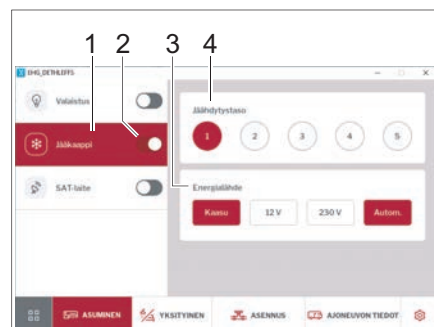

Bild 257 Kylskåp
- Med skjutreglaget (Bild 257,2) sätter du på och stänger av kylskåpet.
- Klicka på knappen *Kylskåp* (Bild 257,1).
På kontrollpanelen kan du ställa in kylnivå (Bild 257,4) och energikälla (Bild 257,3).